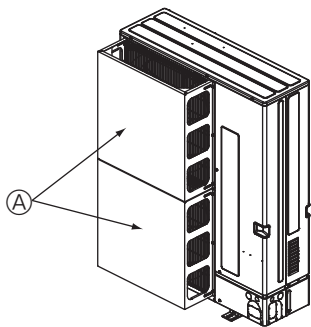

Fig. 2-15
① Установіть додатковий повітропровід, якщо блок встановлено в місці, де сильні вітри внаслідок тайфунів можуть перешкоджати циркуляції повітря через отвір для виходу повітря. (Fig. 2-15)